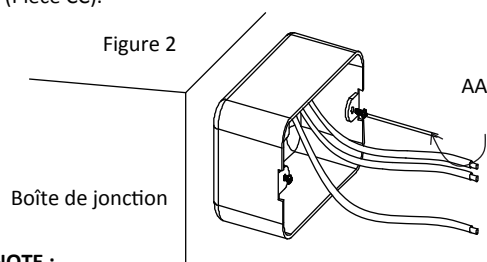

Figure 2
1. Installer les deux vis (AA) dans la boîte de jonction (Figure 2).